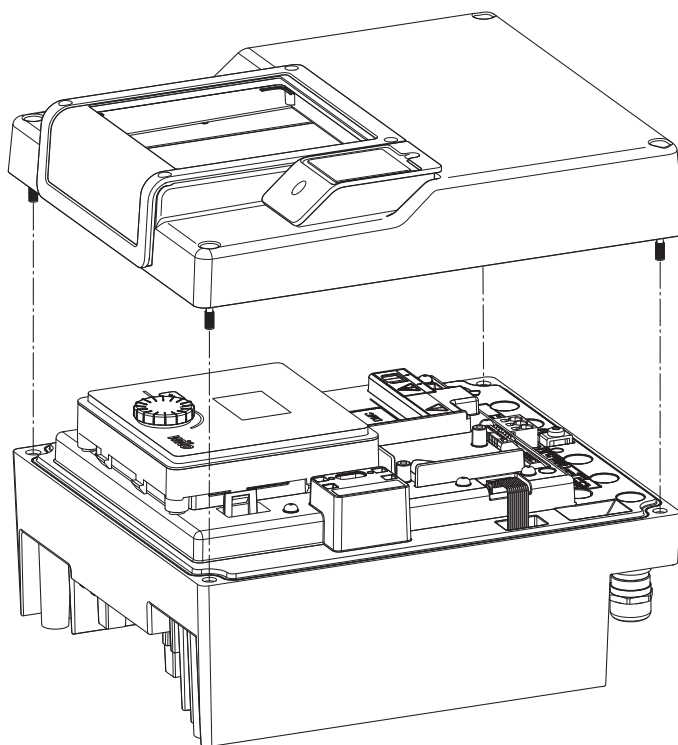

Fig. 45: Ανοίξτε το κάλυμμα της ηλεκτρονικής μονάδας
- Ανοίξτε το κάλυμμα της ηλεκτρονικής μονάδας. (Fig. 45).